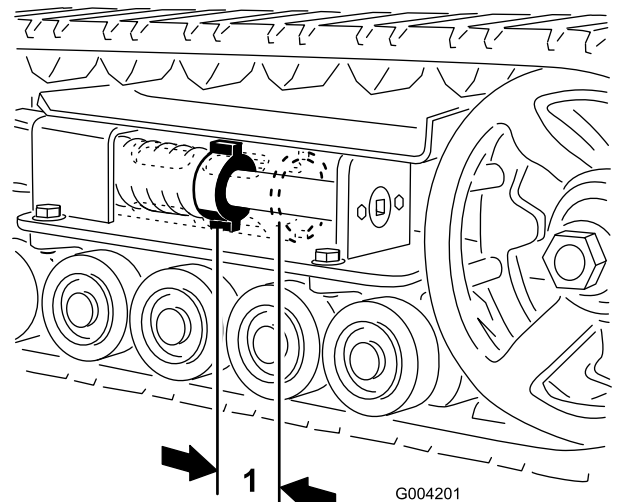
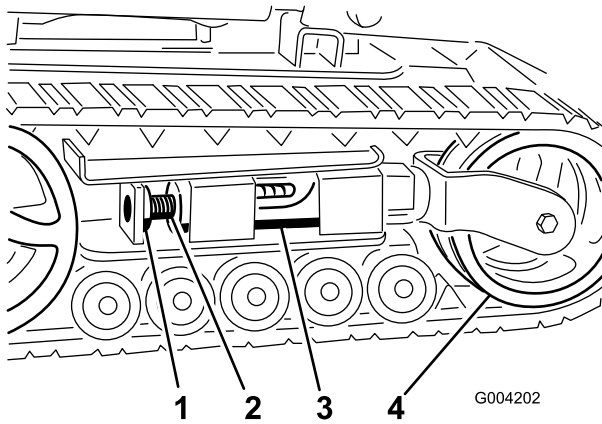
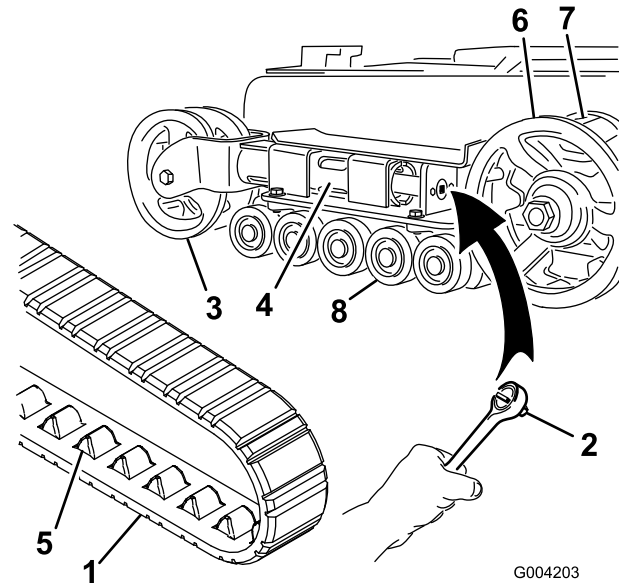
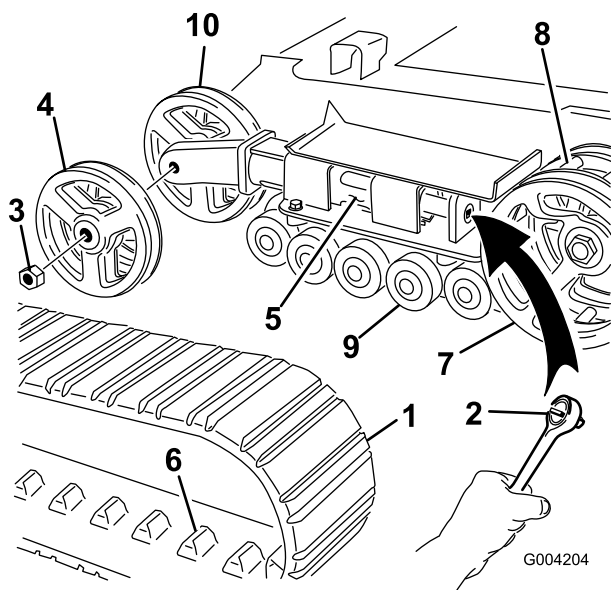

Bild 44
Bild 45
Bild 46
Bild 47
Prüfen und stellen Sie die Kettenspannung nach den ersten 50 Betriebsstunden und dann alle 100 Betriebsstunden ein. Zwischen der Spannungsmutter und der Rückseite des Spannungsrohrs sollte ein Abstand von 7 cm sein (Bild 44). Stellen Sie ansonsten die Kettenspannung wie folgt ein:
3. Entfernen Sie die Befestigungsschraube und Mutter (Bild 45).
4. Drehen Sie die Spannschraube mit einem Sechskantschlüssel (1/2 Zoll) (Bild 46) nach links, bis der Abstand zwischen der Spannmutter und der Rückseite des Spannungsrohrs 7 cm beträgt (Bild 44).
5. Richten Sie die am nächsten liegende Kerbe in der Spannschraube mit dem Loch der Befestigungsschraube aus und befestigen Sie die Schraube mit der Befestigungsschraube und Mutter (Bild 45).
4. Lösen Sie die Antriebsspannung mit einem Sechskantschlüssel (1/2 Zoll), indem Sie die Spannschraube im Uhrzeigersinn drehen (Bild 45 und Bild 46).
5. Drücken Sie das Spannrad zur Rückseite der Maschine, um den Abzweigschlauch gegen den Rahmen zu bewegen (Bild 46). (Wenn es den Rahmen nicht berührt, drehen Sie die Spannschraube so lange, bis es funktioniert.)
7. Wenn Sie die Kette vom Spannrad entfernt haben, entfernen Sie sie auch vom Antriebsrad und den Straßenrädern (Bild 46).
8. Legen Sie die neue Spurweite, beginnend beim Antriebswirbel, um den Wirbel und stellen Sie sicher, dass die Ansätze auf der Spurweite zwischen die Distanzstücke auf dem Wirbel passen (Bild 46).
9. Drücken Sie die Kette unter und zwischen die Straßenräder (Bild 46).
11. Drehen Sie die Spannschraube nach links, bis der Abstand zwischen der Spannmutter und der Rückseite des Abzweigschlauchs 7 cm beträgt (Bild 44).
4. Lösen Sie die Antriebsspannung mit einem Sechskantschlüssel (1/2 Zoll), indem Sie die Spannschraube im Uhrzeigersinn drehen (Bild 45 und Bild 47).
5. Drücken Sie das Spannrad zur Rückseite der Maschine, um den Abzweigschlauch gegen den Rahmen zu bewegen (Bild 47). (Wenn es den Rahmen nicht berührt, drehen Sie die Spannschraube so lange, bis es funktioniert.)
6. Nehmen Sie die Mutter ab, mit der das äußere Spannrad befestigt ist. Nehmen Sie das Rad ab (Bild 47).
7. Nehmen Sie die Kette ab (Bild 47).
8. Nehmen Sie die Mutter ab, mit der das innere Spannrad befestigt ist. Nehmen Sie das Rad ab (Bild 47).
12. Setzen Sie das innere Spannrad ein und befestigen Sie es mit der vorher abgenommenen Mutter (Bild 47).
14. Montieren Sie die neue Kette. Achten Sie darauf, dass die Stollen in der Kette zwischen die Distanzstücke in der Mitte des Antriebsrads passen (Bild 47).
15. Setzen Sie das äußere Spannrad ein und befestigen Sie sie mit der vorher abgenommenen Mutter (Bild 47).
17. Drehen Sie die Spannschraube nach rechts, bis der Abstand zwischen der Spannmutter und der Rückseite des Abzweigschlauchs 7 cm beträgt (Bild 44).